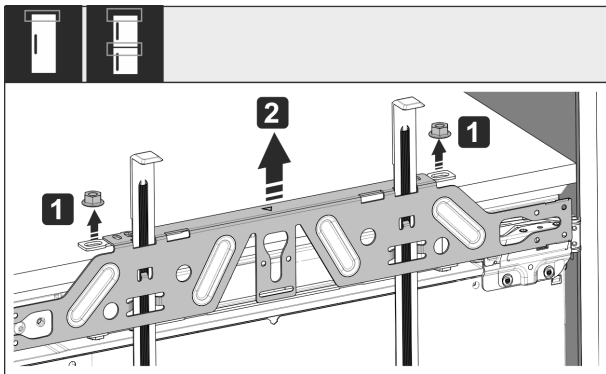

Fig. 53
- Løsn kontramøtrikkerne Fig. 53 (1).
- Tag fastgørelsestraversen Fig. 53 (2) af.